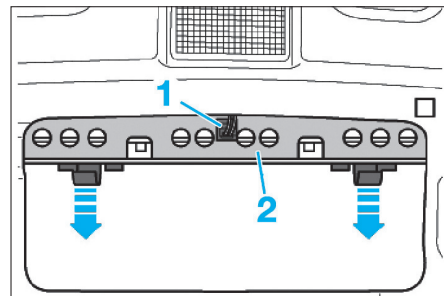

Fig. 65
- Débrancher les connecteurs électriques (1) du troisième feu de stop (2) (Fig.65).